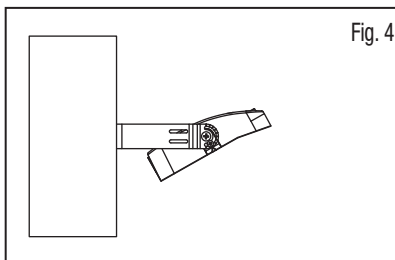

Fig. 4
5. Install / mount yoke to installation surface (Fig. 4).
5. Installez et montez l'étrier à l'endroit souhaité (voir Fig. 4).